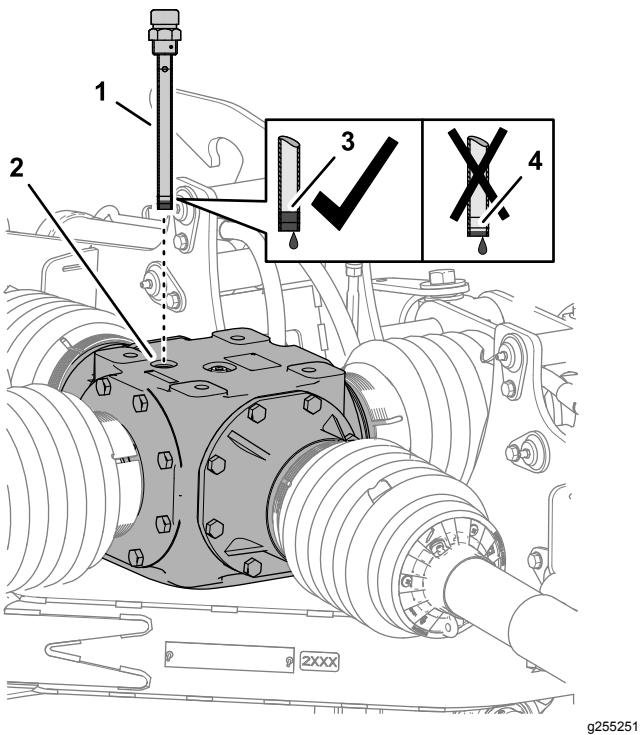
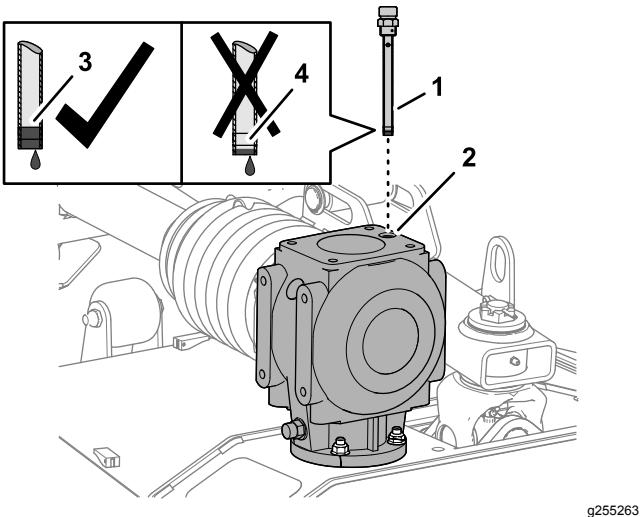

Figura 57
Figura 58
1. Retire la varilla del orificio en la parte superior de la caja de engranajes central (Figura 57 o Figura 58).
2. Compruebe el nivel del fluido indicado en la varilla (Figura 57 o Figura 58).
4. Enrosque la varilla en el orificio de llenado y apriete la varilla (Figura 57 o Figura 58).